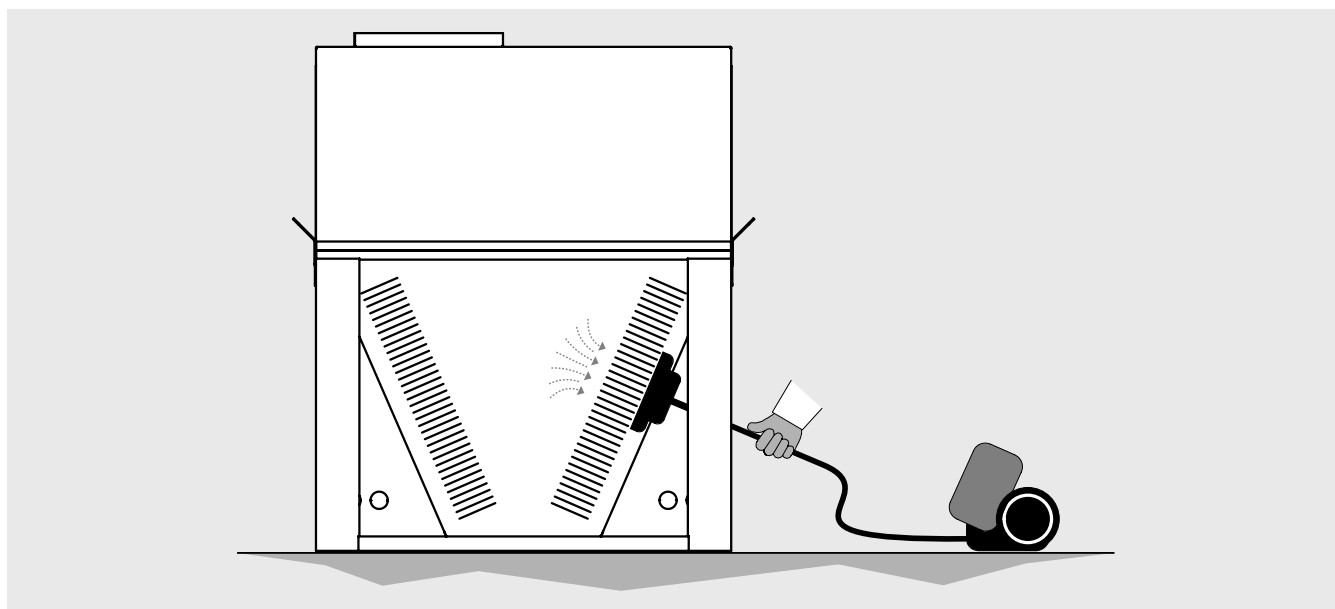

Figura 8
- 11.10 Pulire le superfici del pacco alettato e dei ventilatori almeno una volta ogni sei mesi. Aspirare dal lato ingresso aria (v. "Figura 8").